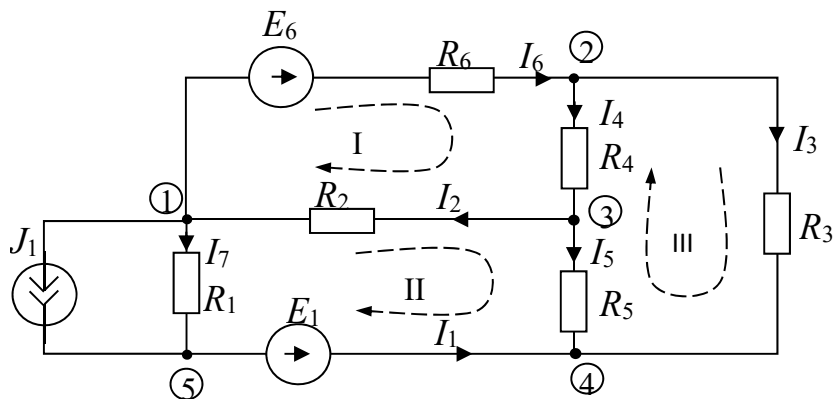
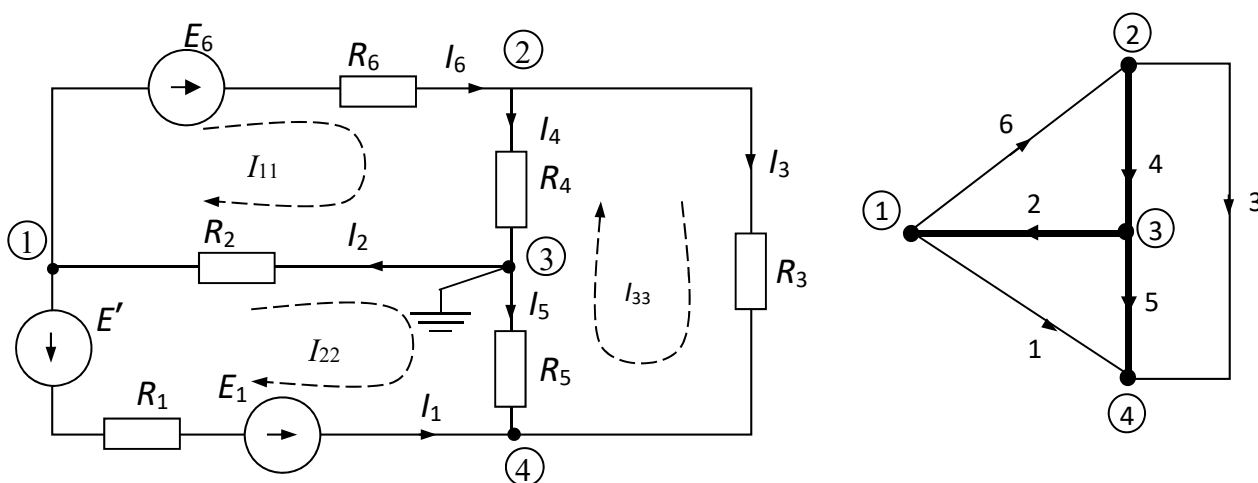

Рисунок 2.1 – Схема электрической цепи
Рисунок 2.4 – Расчетная электрическая схема и ее граф
**Задача 1.** Рассчитать токи (рисунок 2.1).
Граф схемы (см. рисунок 2.1) приведен на рисунке 2.2. Число ветвей графа  $b = 7$ . Число узлов  $y = 5$ . На рисунке 2.3 изображено дерево графа.
Преобразуем источник тока  $J_1$  (см. рисунок 2.1) в источник ЭДС  $E' = J_1 R_1 = 4$  В (рисунок 2.4), при этом узел 5 и ветвь 7 устраняются; в ветви 1 включены последовательно  $R_1$ ,  $E$  и  $E'$ , ток  $I_1 = J_1 + I_7$ .
Применим метод контурных токов. Задаемся направлением контурных токов (см. рисунок 2.4)  $I_{11}$ ,  $I_{22}$ ,  $I_{33}$ . Запишем уравнения применительно к рассматриваемой схеме:
Знак «минус» перед токами  $I_3$ ,  $I_5$ ,  $I_6$  и  $I_7$  означает, что их действительное направление противоположно принятому на схеме (см. рисунок 2.1).
Требуется определить ток  $I_2$  (см. рисунок 2.1). Следует применить метод эквивалентного генератора. Тогда по формуле Тевенена
Баланс составляется для исходной схемы с источником тока (см. рисунок 2.1).